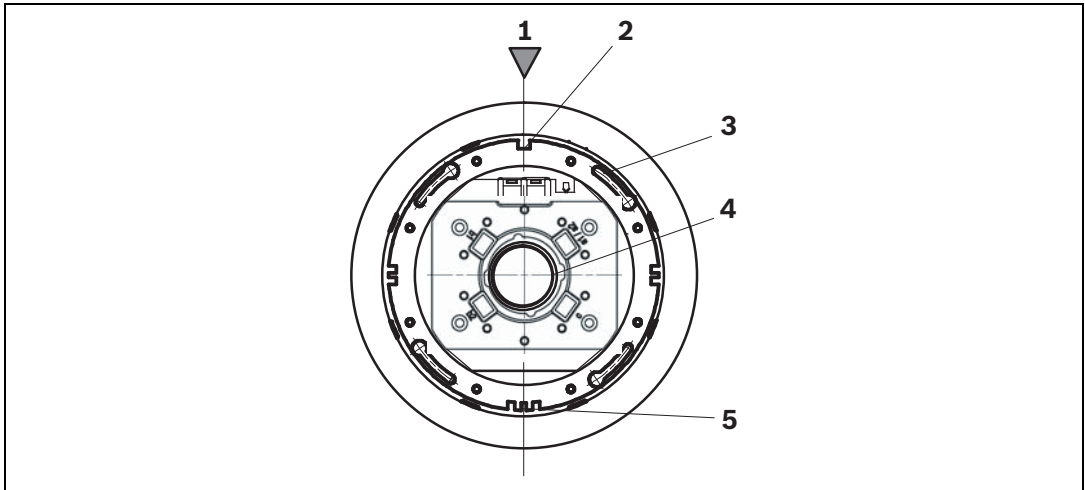

Figure 3.7 Fixation du socle au boîtier arrière pour montage au plafond
1. Placez le socle dans le boîtier arrière pour montage au plafond de manière à ce que le repère de ce dernier (voir *Figure 3.7 (1)*) coïncide avec la rainure-guide simple du socle **(2)**.